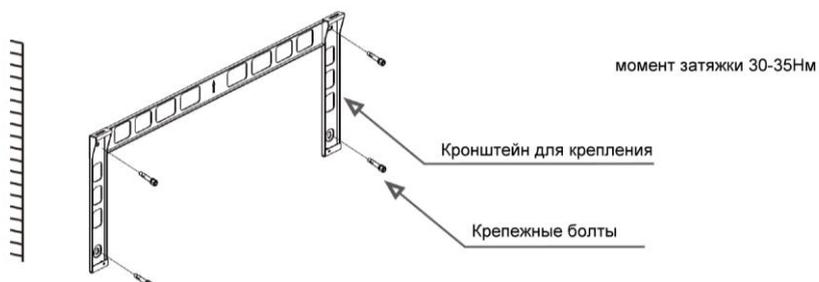

Рисунок 3.6 Монтаж инвертора на стене
2. Убедитесь, что кронштейн размещен на стене ровно, а монтажные отверстия (см. Рисунок 3.6) расположены правильно. Просверлите отверстия в стене согласно разметке.